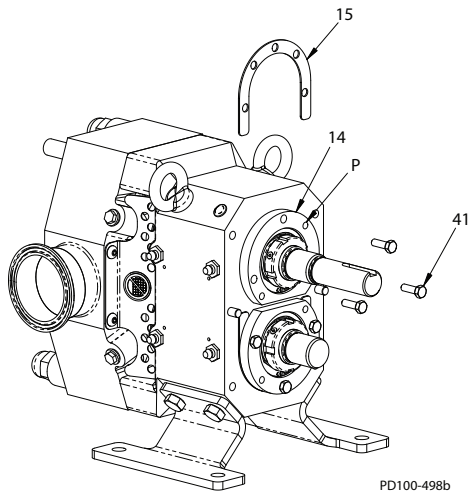

Abb. 58- Beilagen montieren
3. Wählen Sie eine Kombination aus Beilagen (Abb. 58, Einzelheit 15), um eine Dicke so genau wie möglich zur berechneten Höhe zu erreichen. Überschreiten Sie nicht den berechneten Wert.
4. Entfernen Sie die Lagergehäuseschrauben (Abb. 58, Einzelheit 41), montieren Sie die in Schritt 3 ausgewählten Beilagen und montieren Sie wieder die Schrauben. Um das Spiel für die Beilagen zu erhalten, klopfen Sie mit einem weichen Gummihammer leicht auf den Rotor oder schrauben Sie zwei Schrauben in die Abdrückbohrungen (Pos. P) im Flansch des Lagergehäuses (Pos. 14).